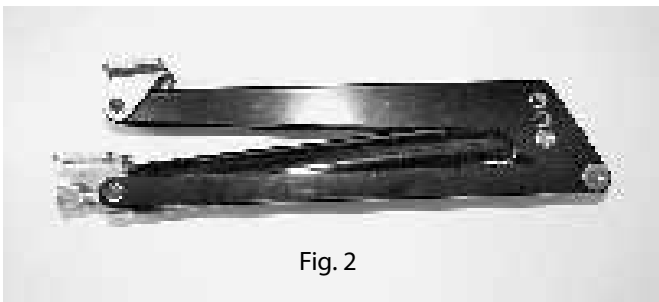
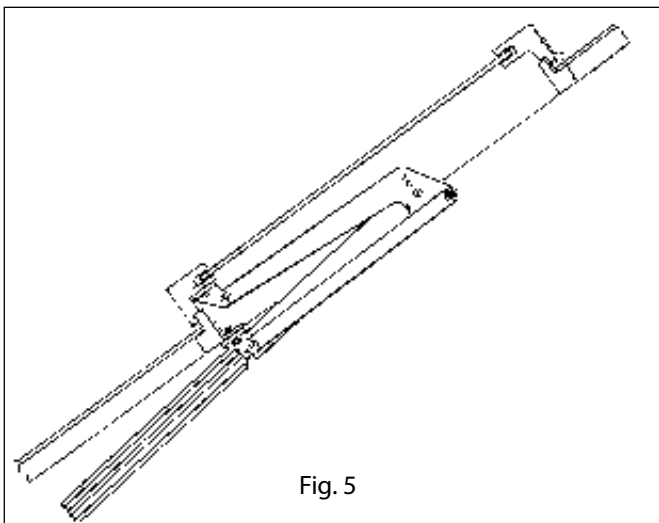

Fig. 2
Fig. 5
- I ned langs glas/væg : se fig. 2+5
- .1 Man skal først vælge til hvilken side man ønsker lukkefjederen / støddæmperen -og dermed senere cylinderen- skal vende (se fig. 5+6). Vender lukkefjederen ikke rigtigt ved leveringen kan den løsnes og drejes 180° (se fig. 2+3+4).
- .4 Aflastningsskruen (der aflaster fjedertrykket) drejes indtil armene af sig selv står i den ønskede position. Fastgørelsesbeslagene skrues nu fast til karm og ramme (se fig. 5+6), medens vinduet/klappen er lukket. Bemærk at de arme der er nærmest vinduet bør sidde parallelt med vinduet (se fig 5+6).